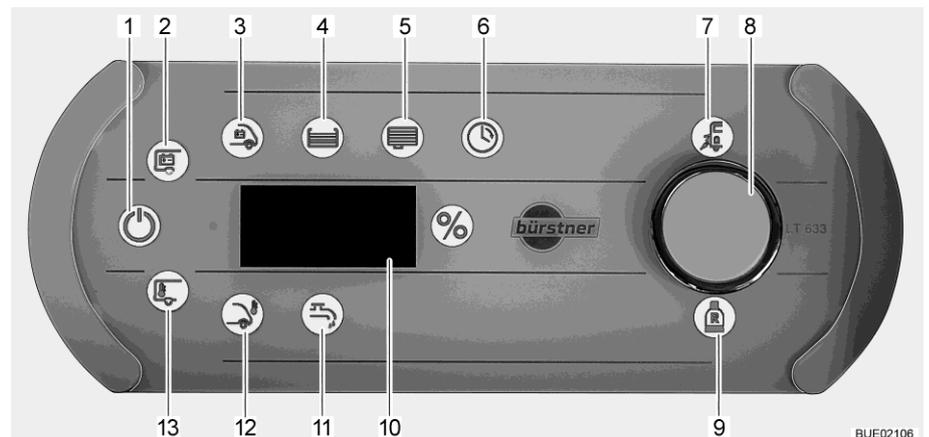

Fig. 189 Panel LT 633
El símbolo Control de red (Fig. 189,7) estará encendido si el vehículo es alimentado con una tensión de red de 230 V. Las baterías son cargadas.
- Presionar el pulsador giratorio (Fig. 189,8) brevemente. El símbolo 12 V ON (Fig. 189,1) está encendido. Si los símbolos 12 V ON y Batería del habitáculo (Fig. 189,2) parpadean tres veces, la alimentación de corriente estará desactivada.
- Pulsar el pulsador giratorio (Fig. 189,8) y mantenerlo pulsado por aprox. 5 segundos. El símbolo Batería del habitáculo (Fig. 189,2) estará parpadeando y en el display (Fig. 189,10) se visualizará "On".
- Soltar el pulsador giratorio. El símbolo 12 V ON (Fig. 189,1) está encendido. La alimentación de corriente está conectada.
- Girar el pulsador giratorio hasta que se encienda el símbolo Bomba de agua (Fig. 189,11). En la visualización se mostrará el estado de conmutación actual ("ON" u "OFF").
- Pulsar el pulsador giratorio. El estado de conmutación cambia de "On" a "OFF" o bien de "OFF" a "On": la alimentación de la bomba de agua estará conectada o bien desconectada. Cuando la bomba de agua está conectada, está encendido el símbolo Bomba de agua (Fig. 189,11).
- Girar el pulsador giratorio hasta que se encienda el símbolo Batería del habitáculo (Fig. 189,2). Se visualizará la tensión de batería de la batería del habitáculo en el display (p. ej. "13,8U" para 13,8 voltios) por aprox. 20 segundos.
- Girar el pulsador giratorio hasta que se encienda el símbolo Batería del motor de arranque (Fig. 189,3). Se visualizará la tensión de batería de la batería del motor de arranque en el display por aprox. 20 segundos.
- Girar el pulsador giratorio hasta que se encienda el símbolo Depósito de agua (Fig. 189,4). El símbolo "%" está encendido. Se visualizará el nivel de llenado del depósito de agua en el display por aprox. 20 segundos.
- Girar el pulsador giratorio hasta que se encienda el símbolo Depósito de aguas residuales (Fig. 189,5). El símbolo "%" está encendido. Se visualizará el nivel de llenado del depósito de aguas residuales en el display por aprox. 20 segundos.
- Reserva de gas** El símbolo Bombona de gas de reserva (Fig. 189,9) estará encendido si se está usando la bombona de gas de reserva.
- Girar el pulsador giratorio hasta que se encienda el símbolo Temperatura interior (Fig. 189,13) o Temperatura exterior (Fig. 189,12). En el display se visualizará la temperatura seleccionada.
- Girar el pulsador giratorio hasta que se encienda el símbolo Reloj (Fig. 189,6).